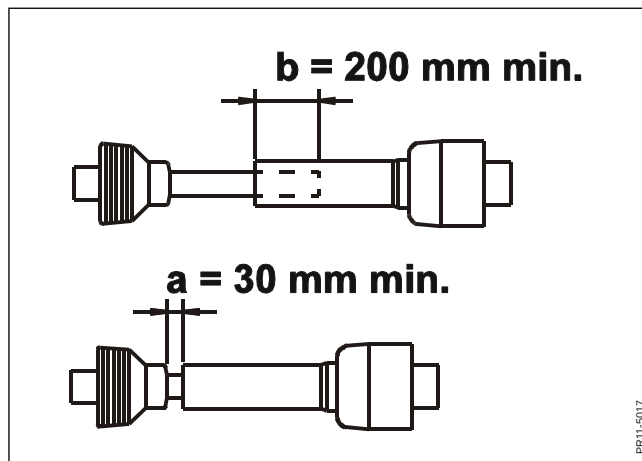

Fig. 2-12
- Fig. 2-12** E Kraftoverføringsakslen 7 tilpasses i længden og monteres.
- Fig. 2-12** Kraftoverføringsakslens længde tilpasses så den: i arbejdsstilling har mindst 200 mm overlapning. Ikke i nogen stilling er nærmere blok end 30 mm. I længst udstrukket stilling har mindst 200 mm overlapning.